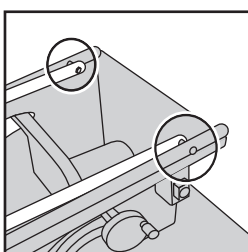

Abb. 8
- Auf der anderen Seite wiederholen. **(Abb. 8).**